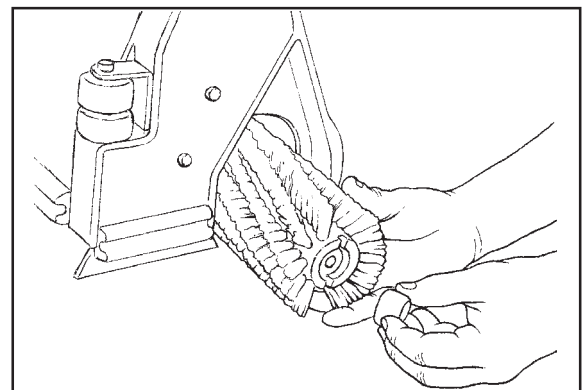

Abb. 24
6. Entfernen Sie das Bürstenabstandsstück und die Bürste, indem Sie beide Teile von der Bürstenwelle schieben (siehe Abb. 24).